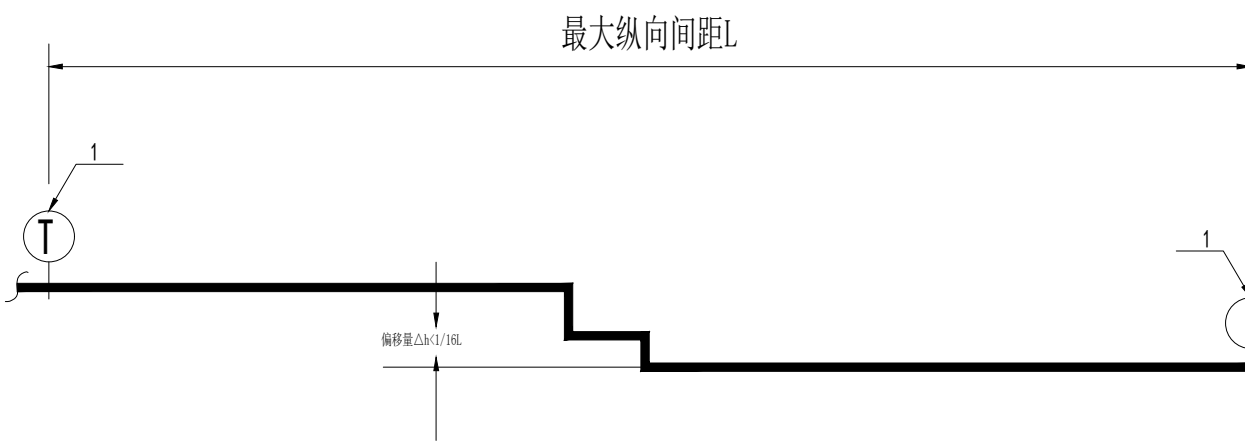

图4 刚性连接水平管道纵向偏移示意
5.4 刚性连接的水平管道，两个相邻的加固点间允许纵向偏移，水管及电线套管不得大于最大侧向支吊架间距的1/16，风管、电缆桥架、电缆托盘和电缆槽盒不得大于其宽度的两倍(图4)